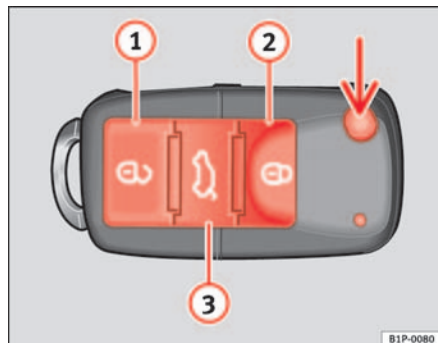

Fig. 64 Teclas de la llave con mando a distancia
Con la tecla $\Rightarrow$ fig. 64 (flecha) del mando, se desbloquea el paletón de la llave.
Desbloqueo del vehículo $\Rightarrow$ fig. 64 ①.
Bloqueo del vehículo $\Rightarrow$ fig. 64 ②.
Desbloqueo del portón trasero. Pulse la tecla $\Rightarrow$ fig. 64 ③ hasta que todos los intermitentes del vehículo parpadeen brevemente. Al pulsar la tecla de desbloqueo $\Rightarrow$ fig. 64 ③, dispone de 2 minutos para abrir el portón. Una vez transcurrido este tiempo se bloqueará de nuevo.
Además, el testigo de la pila de la llave $\Rightarrow$ fig. 64, parpadea.
Pulsando una vez la tecla $\Rightarrow$ fig. 64 ①, se abrirá sólo la puerta del conductor, permaneciendo el resto cerradas.
Pulsando dos veces la tecla  ⇒ **página 106, fig. 64** , se desbloquearán todas las puertas.
⇒ **página 106, fig. 64** desde la cerradura de la puerta del conductor.